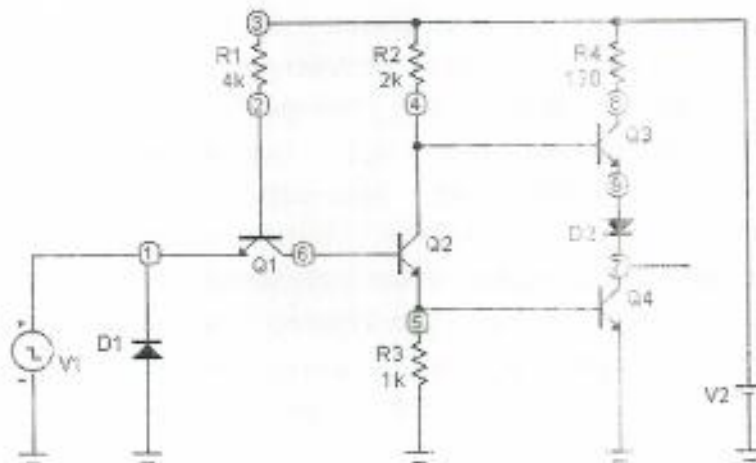

Рис.3.1. Электрическая принципиальная схема ЛЭ ТТЛ.
4. Из папки **DATA** выбрать схему TTL000 (рис.3.1).
- распечатку электрической принципиальной схемы ЛЭ ТТЛ (рис.3.1);
- распечатку электрической принципиальной схемы ЛЭ ЭСЛ (рис.3.1);